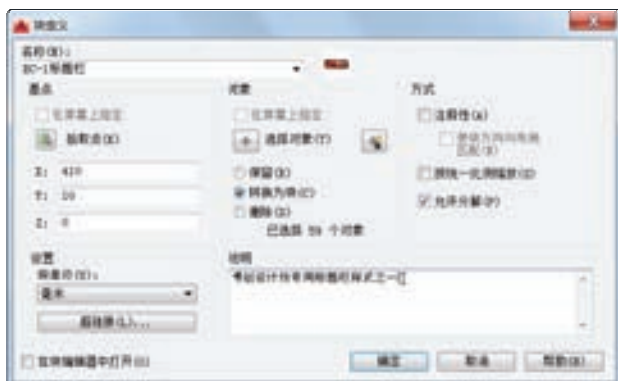

图 6-47 输入块的说明信息
12) 在“块定义”对话框的“说明”文本框中输入“博创设计坊专用标题栏样式之一”，如图 6-47 所示。